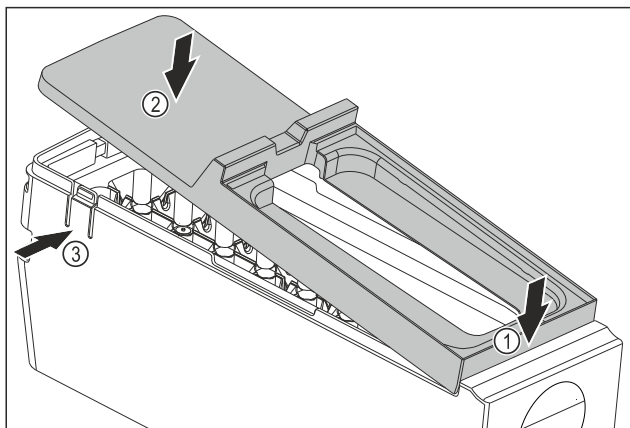

Fig. 245
- Montimi i kapakut mbulues të kutisë EasyTwist-Ice: Futni kapakun mbulues në pjesën përpara. Fig. 245 (1)
- Ulni poshtë kapakun mbulues në pjesën e pasme. Fig. 245 (2)
- Dëgjohet zhurma e mbërthimit të kapakut mbulues në të dyja gjuhëzat Fig. 245 (3).